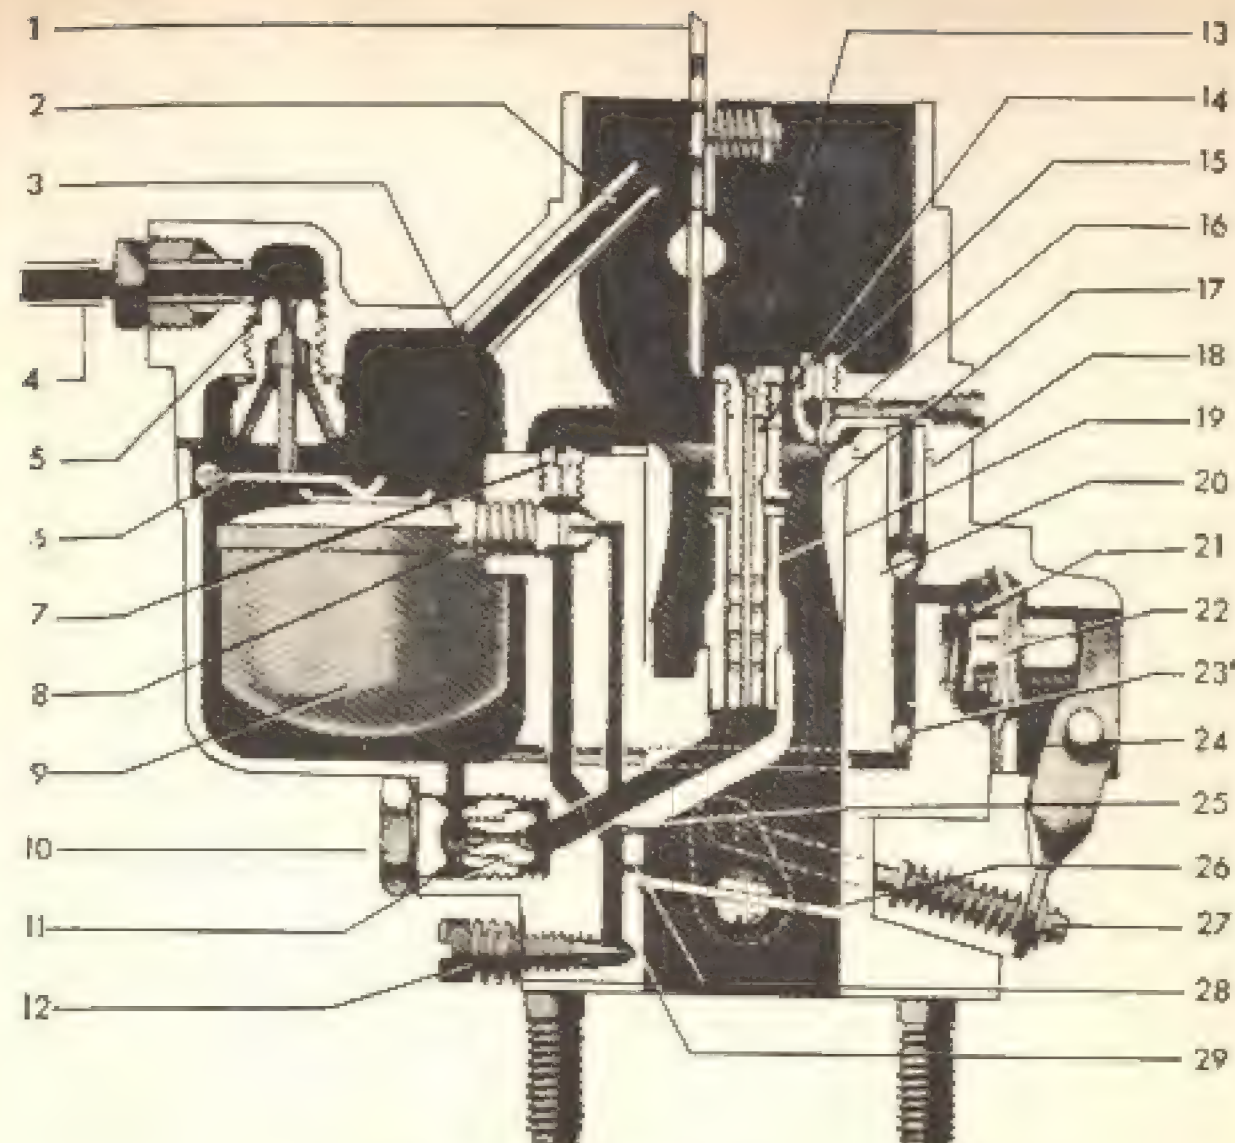
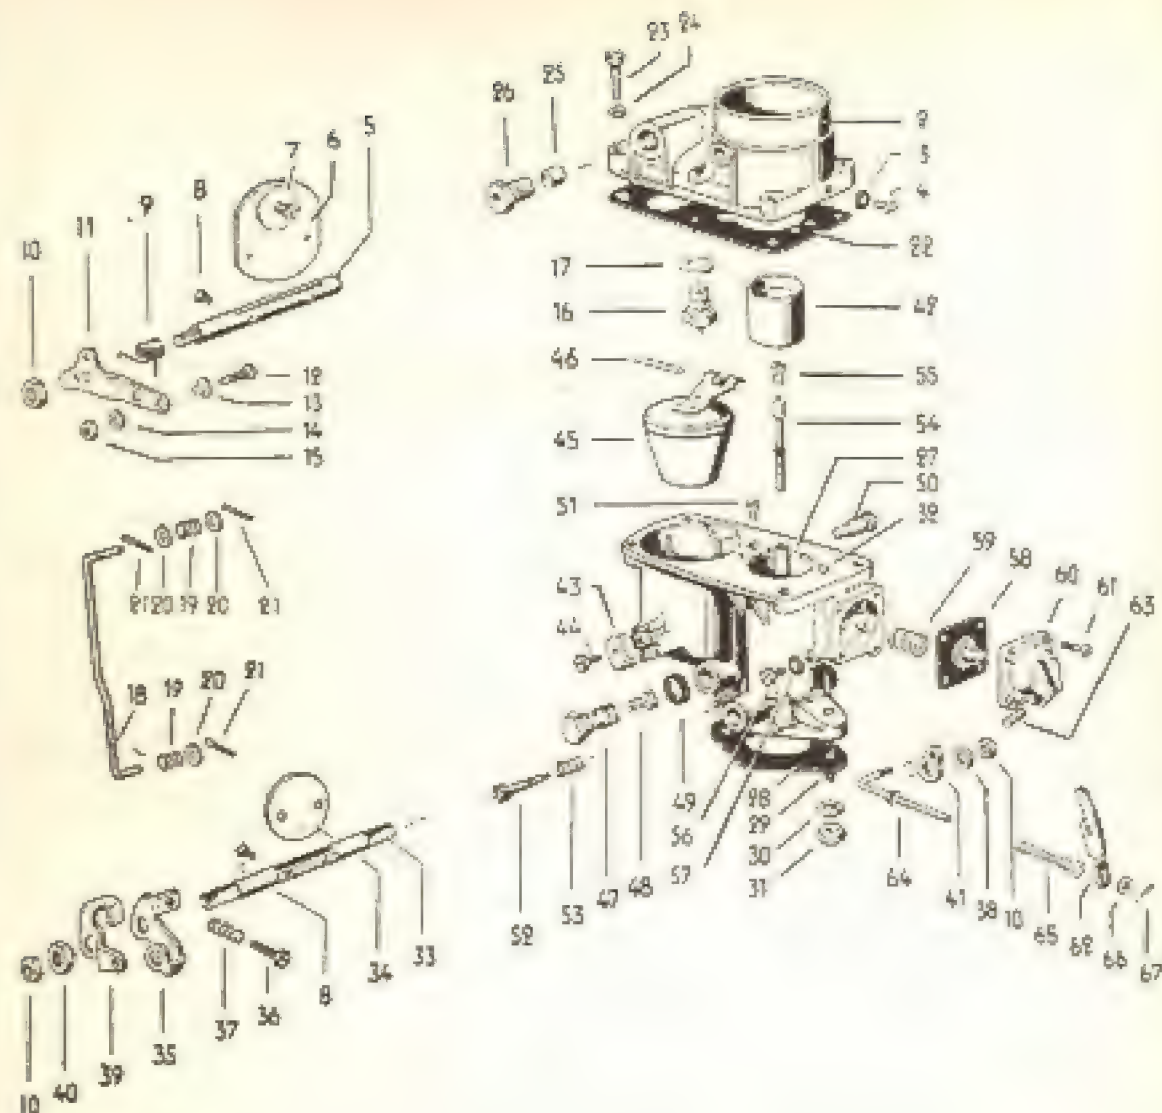

Fig. 7-E — Corte do carburador 28 PCI
Fig. 12-E — O carburador inteiramente desmontado. (Motor "1 200" — 36 HP)
A boia é presa a um braço, que por sua vez se articula em um eixo horizontal como se vê na fig. 7-E. O braço atua sobre uma agulha (estilete) que obstrui ou livra a entrada da gasolina, conforme seja empurrada para cima ou se desloque para baixo. Nas posições intermediárias, regula a entrada da gasolina. Quando o nível da gasolina na cuba está baixo, a boia desce e o estilete se afasta do orifício de entrada e a gasolina, enviada pela bomba, penetra na cuba; aí então o nível sobe e com ele a boia e também a agulha que, ao atingir determinado ponto, obstrui a entrada e impede a admissão da gasolina; mas como a gasolina é consumida, o nível desce e com ele a boia e a agulha, permitindo então a entrada de nova quantidade. Como o consumo é cons-
Realiza-se a limpeza externa cuidadosa antes de proceder a desmontagem, que começa com a retirada da haste que liga o controle do abafador ao eixo da válvula borboleta. Retira-se os 4 parafusos que prendem a tampa ao corpo. A agulha ou estilete é presa à tampa e forma um só conjunto com a sede (5 fig. 7-E e 16 fig. 12-E). Se vai ser usada a mesma junta, deve-se dispensar a mesma o máximo cuidado
Ao ser retirada a tampa, alguns orifícios podem ser limpos e retirados, como o suspiro de marcha-lenta (51, fig. 12-E), o calibre de compensação do ar, (55, fig. 12-E). Os outros calibres podem ser retirados, para limpeza, que deve ser feita soprando-se nos mesmos ou com um fio de pincel, nunca com fio de arame. São esses os calibres medidores de marcha-lenta (50, fig. 12-E), da bomba de aceleração (16, fig. 7-E) e o calibre medidor principal (11, fig. 7-E). Pode-se também retirar a boia para limpeza da cuba, tendo-se o cuidado em não vergar o braço da mesma. Na remontagem, sempre que possível, usa-se junta nova.
**Bomba de aceleração.** — A bomba de aceleração, está situada na parte lateral do corpo do carburador e é do tipo de diafragma. A fig. 7-E mostra seus componentes, a fig. 12-E, a bomba desmontada e a fig. 11-E
ilustra seu funcionamento esquemático. O diafragma é comandado mecânicamente pelo eixo da borboleta, ao qual está ligado pela haste (27, fig. 7-E). Assim, quando se calca o acelerador, abrindo-se a borboleta, o tirante é forçado e aciona a alavanca (24, fig. 7-E), que, por sua vez empurra o diafragma a frente, expulsando a gasolina que se achava na câmara da bomba, segundo o trajeto indicado pela seta branca na fig. 11-E, até o pulverizador, passando antes pelo calibre (1, fig. 11-E). Quando se solta o acelerador, fecha-se a válvula de saída do tipo de esfera e a gasolina é sugada pelo diafragma que é forçado para traz pela mola (21, fig. 7-E), através da válvula de entrada (23, fig. 7-E). A câmara da bomba se enche de gasolina e permanece em carga para novo fornecimento, se o pedal do acelerador fôr calcado.
**Regulagem da marcha-lenta.** — Nesse ajuste o motor deve estar funcionando a temperatura normal de trabalho e a regulagem se faz por meio de 2 parafusos: o da velocidade, situado na parte externa, na ligação do comando da borboleta (36, fig. 12-E), e o da mistura, localizado na parte inferior do carburador (12, fig. 7-E).
de gasolina ou vedação defeituosa da agulha da cuba de nível constante, provocando inundação do carburador e obstrução parcial do calibre do pulverizador de marcha-lenta (50, fig. 12-E).